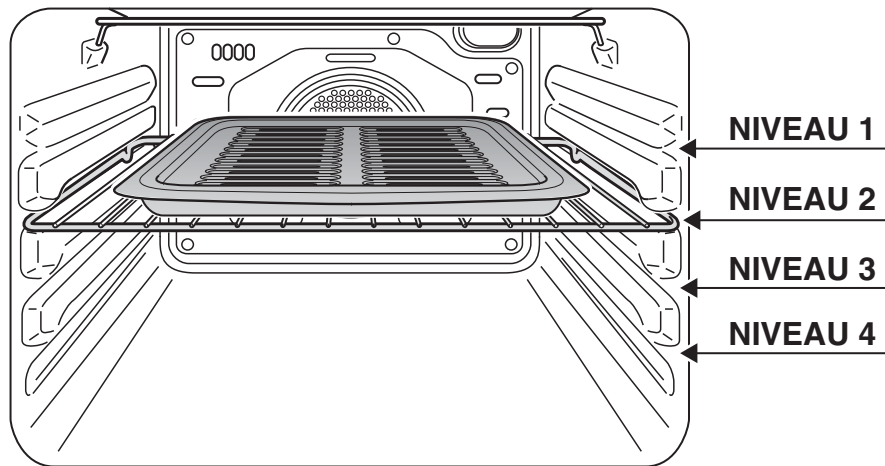
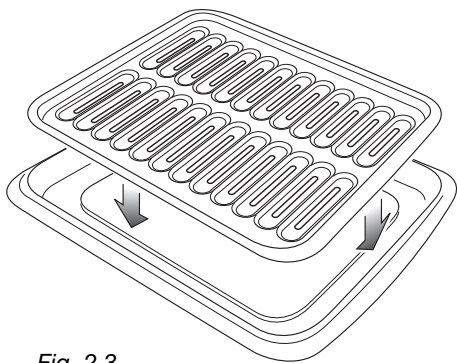

Fig. 2.2
Fig. 2.3
- Placez la grille à la première ou deuxième position à partir du haut (fig. 2.2).
- Introduisez la lèchefrite (fig. 2.3) dans le four. La lèchefrite devrait être placée sur la grille et centrée avec l'élément du grill (fig. 2.2).